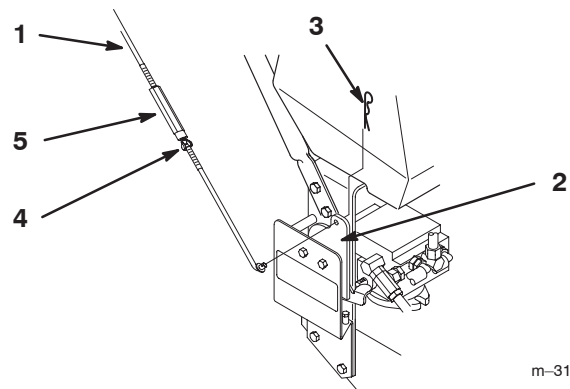

Bild 5
1. Schieben Sie das Gestänge in die Schaltbügelhalterung und befestigen Sie es mit einem Splint (Bild 5).
3. Lösen Sie die Flügelmutter am rechten Einstellgestänge und drehen Sie die Spannschraube hinein oder heraus, um die Spurweite zu verstellen. Befestigen Sie die Spannschraube mit der Flügelmutter (Bild 5).